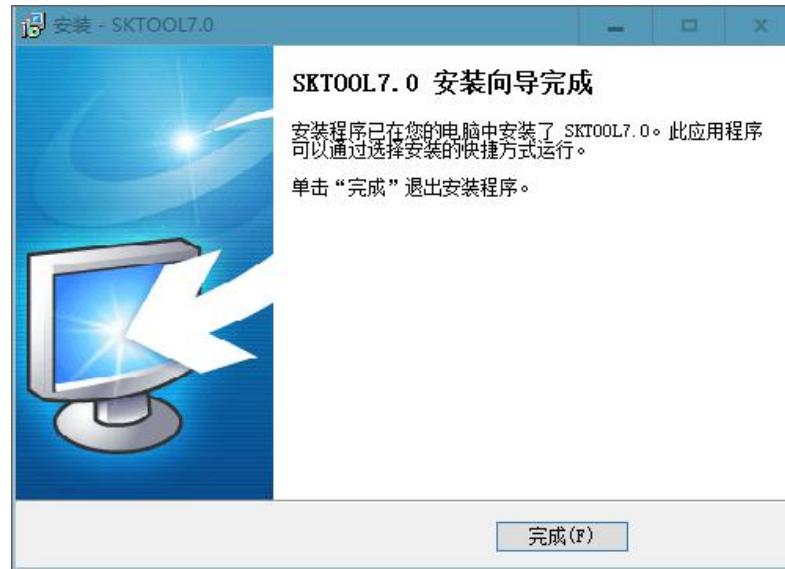

图 2-11 安装完成界面
- 驱动完成安装后，出现安装完成界面，点击“完成”结束安装向导，如图 2-11 所示：